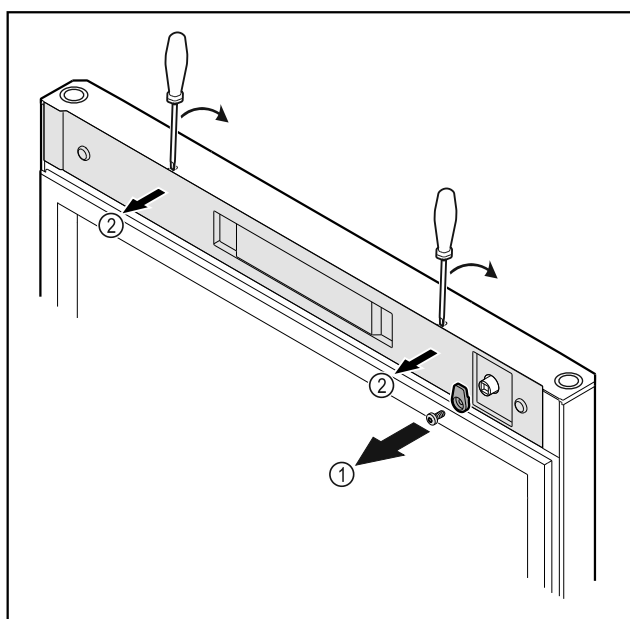

Fig. 6
- Odšroubujte petlici Fig. 6 (1).
- Uvolněte kryt Fig. 6 (1) malým šroubovákem a sejměte jej.